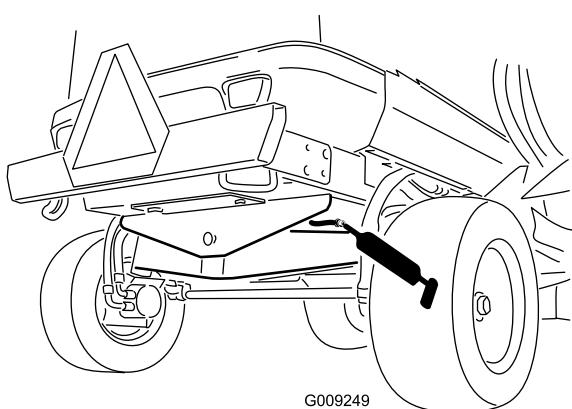

Figura 52
- Casquillo del pivote del eje trasero (1) (Figura 52)